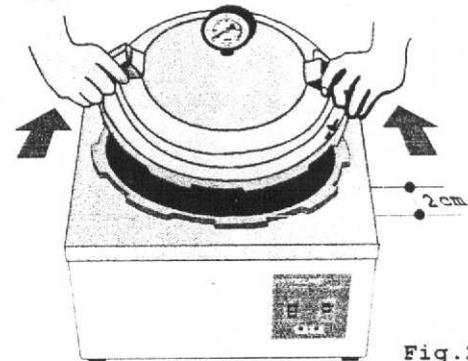

Fig.24
- i ▶ Suspenda a tampa sem retirá-la, coloque-a sobreposta à câmara, com abertura de aproximadamente 2 (dois) cm para possibilitar a evaporação e conseqüente secagem do material, Fig. 24. Consulte "Recomendações Para o Melhor Acondicionamento e Secagem do Material", Pág.19 Item 18. A Autoclave concluirá então a secagem nos próximos 30 (trinta) minutos e o led permanecerá na cor vermelha.